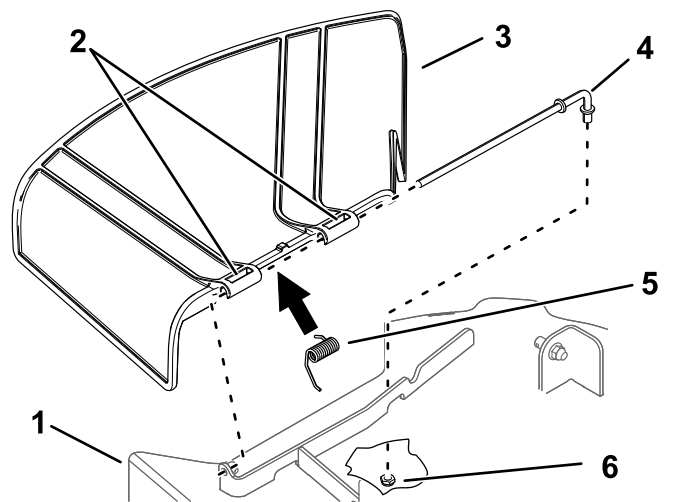

Figure 67
1. Retirez l'écrou (3/8 po) de la tige, sous le tablier de coupe (Figure 67).
2. Sortez la tige de la courte cheville de positionnement, du ressort et du déflecteur d'herbe (Figure 67).
4. Montez le nouveau déflecteur d'herbe (Figure 67).
7. Insérez la tige dans le deuxième support du déflecteur d'herbe (Figure 67).
9. Fixez l'extrémité arrière de la tige dans le tablier de coupe à l'aide d'un écrou (3/8 po), comme montré à la Figure 67.